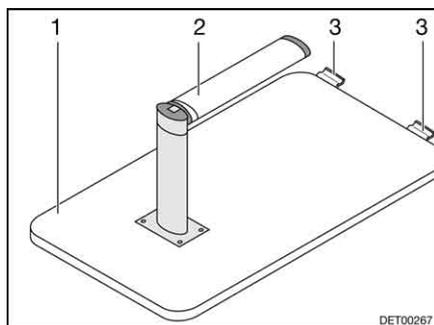

Fig. 18 Struttura di supporto letto
- Sollevare il piano del tavolo (Fig. 18,1) di circa 45° in avanti.
- Tirare la parte inferiore del piede del tavolo (Fig. 18,2) verso il basso e ribaltarla di 90°.
- Agganciare il piano del tavolo con i supporti (Fig. 18,3) nel listello di supporto inferiore con un angolo di 45° e riporre il piano del tavolo sul pavimento con la parte superiore del piede del tavolo.